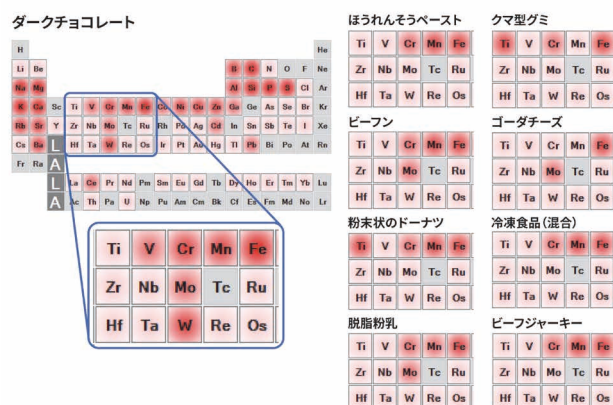

図 2. さまざまな食品分解物の周期表ヒートマップ。ダークチョコレート中の W と、ドーナツおよびクマ型グミ中の Ti の濃度が比較的高いことが容易に判明。
IntelliQuant データを使用してルーチン ICP-MS 分析の情報をどのようにに拡充できるかが、図 2 に示されています。この図は、数種類の食品分解物の周期表ヒートマップの 1 セクションを、タングステン (W) の濃度に特化して示したものです。タングステンは EAM 4.7 に含まれていないため定量的に測定されませんでしたが、図 2 のヒートマップから、ダークチョコレートのサンプルに比較的高濃度の W が含まれていることがわかります。元のチョコレートサンプル中の W の濃度は、半定量的に 1.2 mg/kg (ppm) と測定されました。